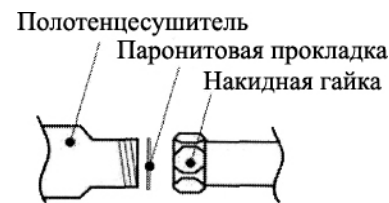
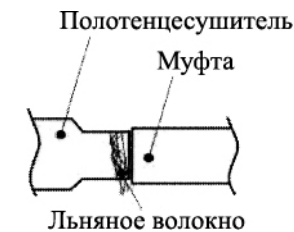

Рис.3
Рис.4
4.5. Соединение полотенцесушителя с трубопроводами следует производить оцинкованными стальными или хромированными латунными фитингами. При применении фитингов с накидными гайками уплотнение производят с помощью паронитовых прокладок, как показано на Рис.3. В этом случае, перед установкой полотенцесушителя, убедитесь, в отсутствие заусенцев и острых кромок на торце изделия и подводящих трубопроводов. При необходимости обработайте торцы плоским: напильником с мелкой насечкой. Допускается присоединение полотенцесушителя с помощью муфт. При этом уплотнение достигается подмоткой на резьбу ленты ФУМ или льняного волокна, как показано на Рис.4.